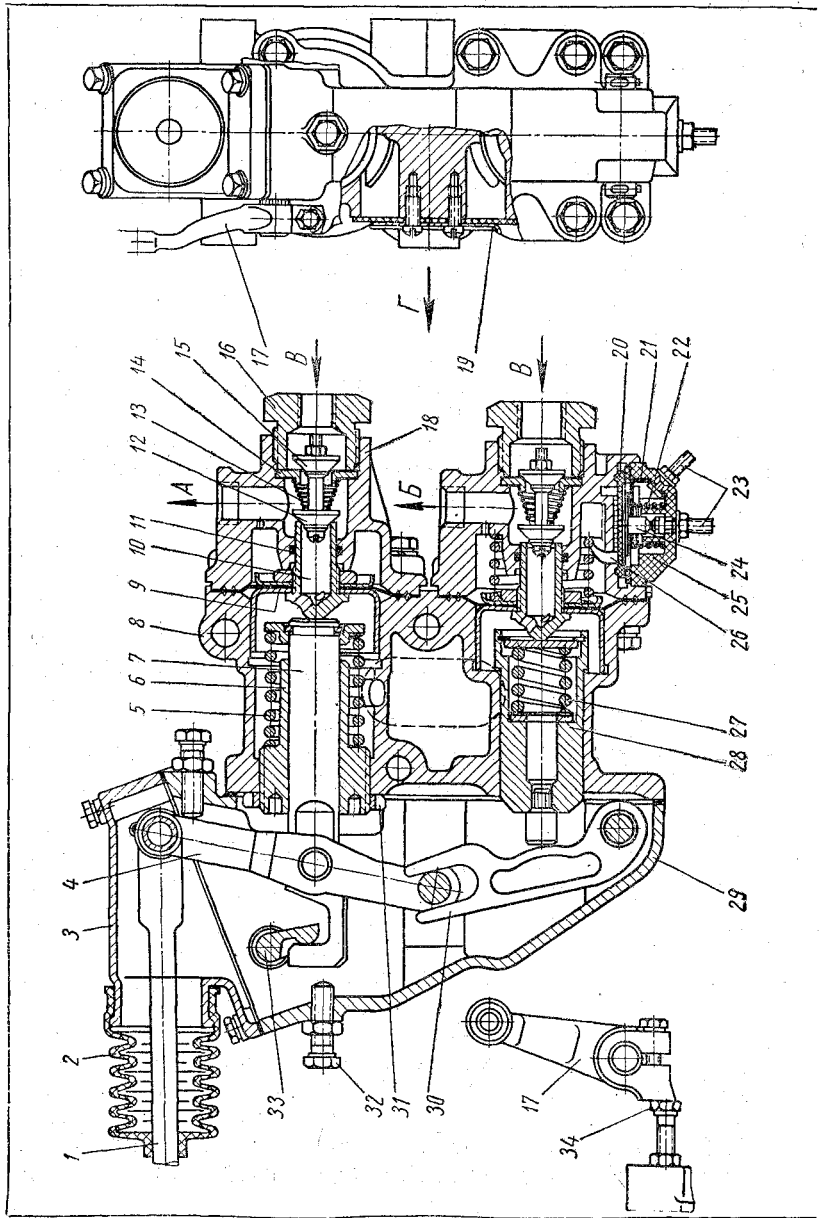
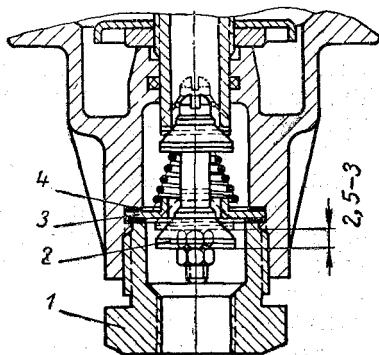

Рис. 69. Тормозной кран (комбинированный); стрелками указано направление воздуха:
Рис. 70. Регулировка хода клапана тормозного крана:
**Тормозной кран.** На автомобиль установлен комбинированный тормозной кран (рис. 69), имеющий два следящих механизма с эластичными диафрагмами из специальной прорезиненной ткани и конические резиновые клапаны. Комбинированный тормозной кран предназначен для синхронного управления тормозами автомобиля и прицепа или полуприцепа, при этом он обеспечивает торможение прицепа или полуприцепа несколько ранее автомобиля-тягача.
При установке конических клапанов необходимо проверить и, если надо, отрегулировать при помощи прокладок величину открытия клапанов, которая при полном ходе рычага должна быть 2,5—3 мм (рис. 70).
Величину открытия впускного клапана можно измерить следующим образом: отсоединить трубопровод, подводящий воздух от воздушного баллона к тормозному крану, вывернуть из пробки 1 соединительный штуцер, нажать до отказа педаль тормоза, если тормозной кран снят с автомобиля, подтянуть за рычаг тормозного крана (см. рис. 69) и линейкой или глубиномером через отверстие в пробке 1 (штуцера) (см. рис. 70) измерить ход впускного клапана.
Регулировка производится в следующем порядке: снять корпус рычагов 30 (см. рис. 69), ослабить контргайку направляющей штока, вращая направляющую штока 6, установить давление воздуха, подаваемого в магистраль прицепа, в пределах  $4,8—5,3$   $\text{кг/см}^2$  (при вывинчивании направляющей штока давление уменьшается, при ввинчивании — увеличивается). Затем завернуть контргайку и поставить на место корпус рычагов (обязательно поставить картонную уплотняющую прокладку).